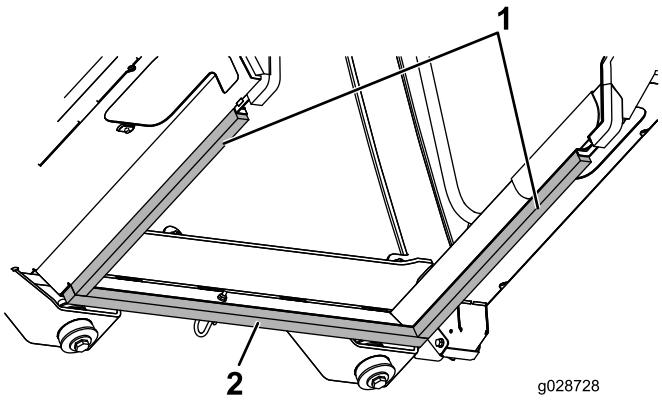

Figura 61
6. Centre la pieza de espuma delantera en el panel central (Figura 61).
- Presione los bordes delanteros de las piezas de espuma delanteras laterales sobre la pieza de espuma delantera y alinee los bordes interiores de las piezas de espuma con los bordes interiores de los paneles sellantes del bastidor de la cabina (Figura 61).